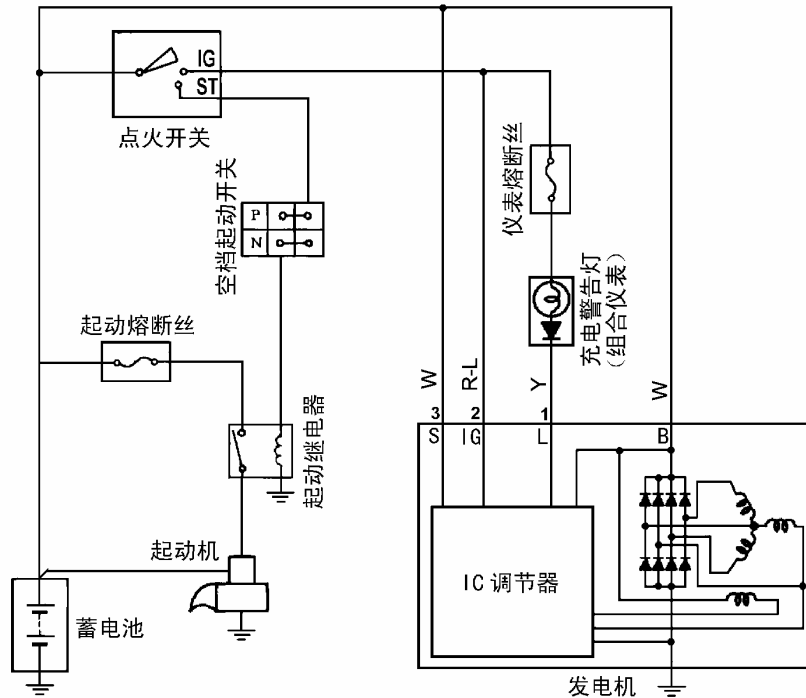

图 12 起动、电源电路图
显示面板背面用面罩盖住，以防灰尘进入。在面罩右侧有一门，打开后可看到故障设置开关（共 24 个），如图 12 所示。开关只有通和断两种状态，可模拟线路断路。部分进入发动机和 ECU 的导线经过故障设置开关后，再进入 ECU 端子检测点，最后再进入 ECU。
1、起动、电源电路图（如图 12 所示）